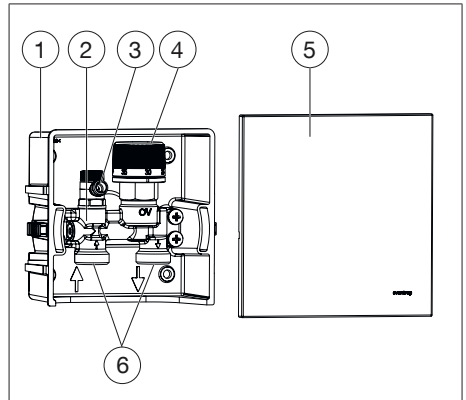

Fig. 2: Configuration de l'« Unibox E RTL »
Vous pouvez régler la température souhaitée du fluide du régulateur de température de surfaces à l'aide de la poignée manuelle (voir Fig. 2 (4)). Le limiteur de température de retour intégré dans le robinet mesure la température du fluide qui le traverse, et ouvre ou ferme le robinet en conséquence.